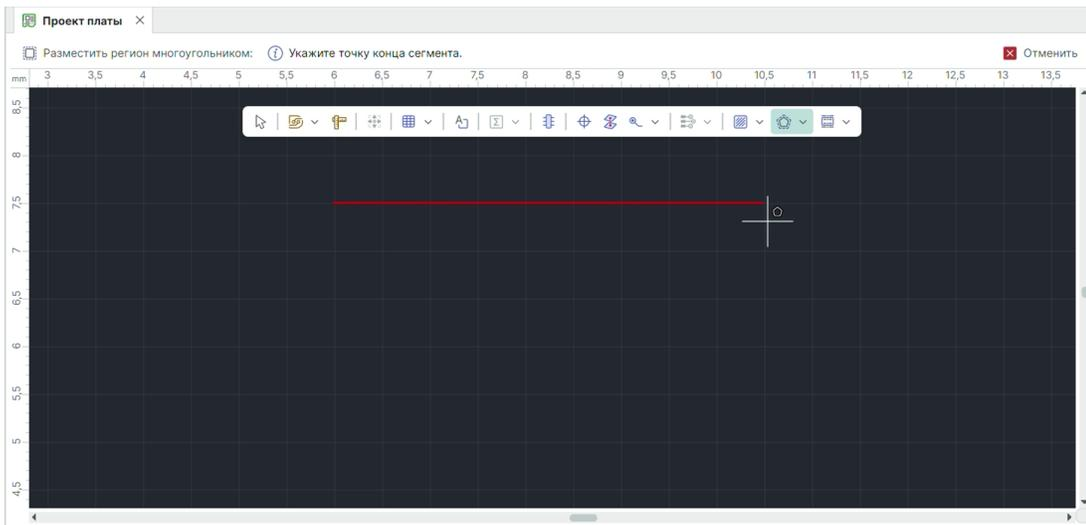

Рис. 164 Построение границ региона
2. Переместите курсор в рабочую область и отметьте первую точку, см. Рис. 164.